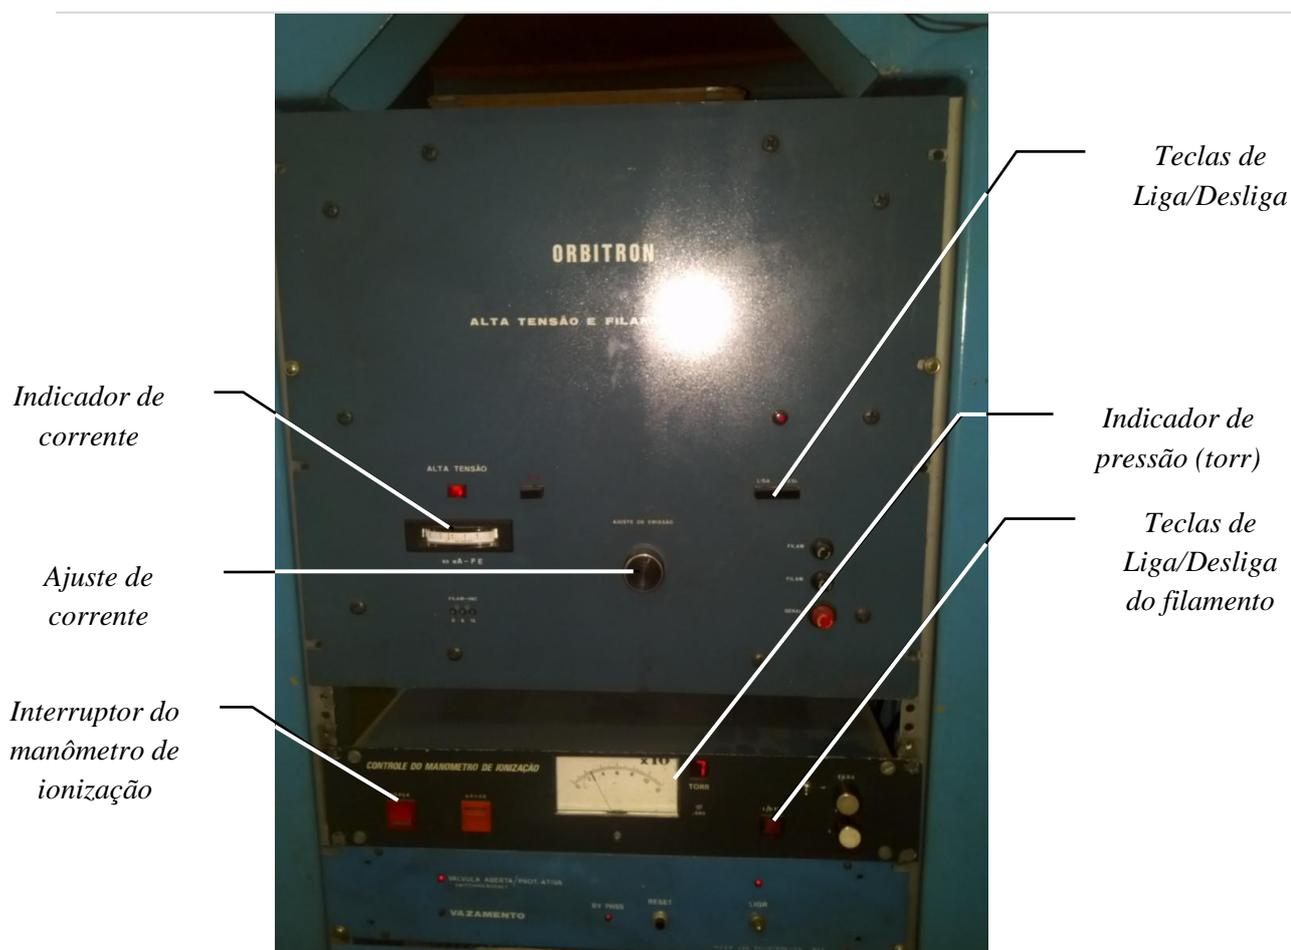

Figura 17 - Fonte da Bomba tipo orbitron e controle do manômetro de ionização.
1. Baixe totalmente o potenciômetro de corrente, Figura 17.
Para armar o manômetro de ionização (Figura 17):